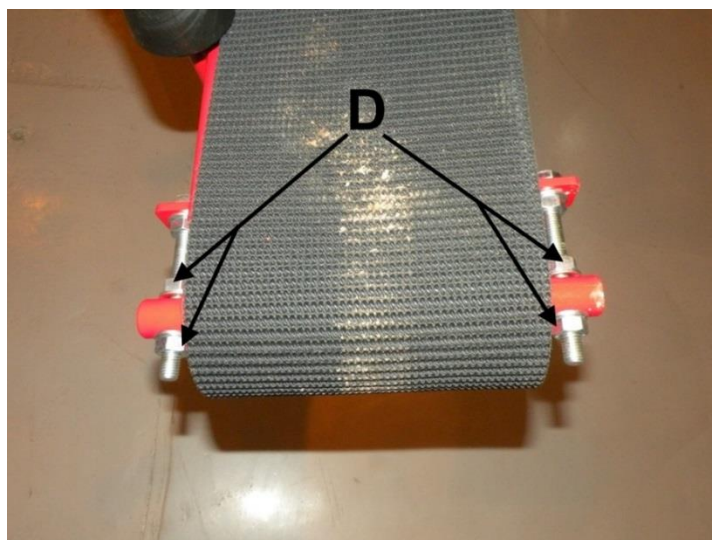

Рис. 29
9. Разложите транспортер обратно в рабочее положение, натяните ленту и отрегулируйте ее при помощи регулировочных гаек D (Рис. 29).